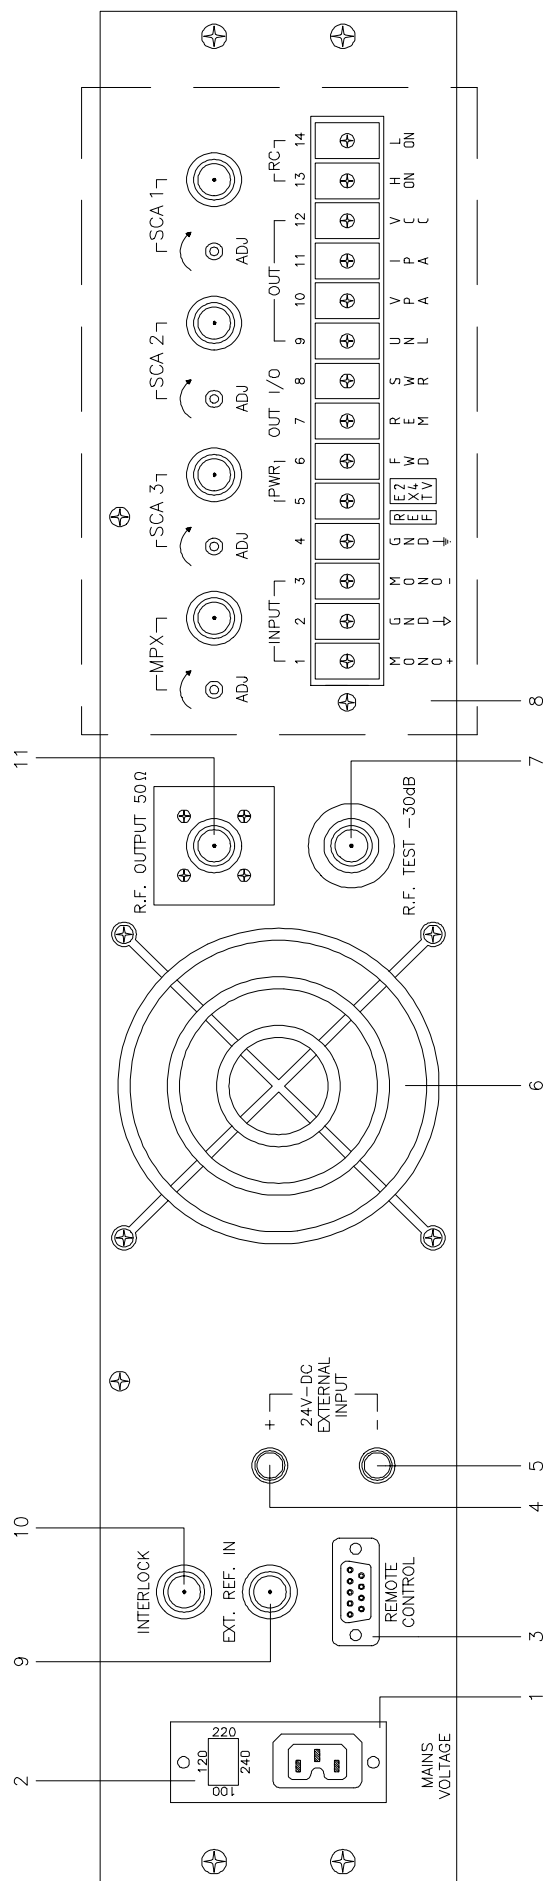

FIG. 2
DESCRIZIONE DEL PANNELLO POSTERIORE (Fig.2)
La prima operazione da effettuare è pertanto quella di selezionare la giusta tensione di alimentazione tramite il selettore posto sul pannello posteriore: eventualmente con un cacciavite sollevare il cappuccio (2 Fig.2) su cui sono stampati i valori di tensione e ruotarlo fino a che il valore che interessa corrisponda con la freccetta e quindi reinserirlo.
2) Connettere all'uscita RF (11 Fig.2) posta nel pannello posteriore un attenuatore 30dB con in serie un Power Meter, al fine di verificare la corretta indicazione del wattmetro interno del trasmettitore (SETUP 1/Fig.5/Pag.83).
3) Collegare alla presa posteriore INTERLOCK (10 Fig.2) un cavo alla cui estremità sia connesso un interruttore in grado di creare un corto circuito tra schermo e centrale, e posizionarlo in modo da ottenere questo corto circuito.
5) Connettere il cavo di rete nell'apposita vaschetta VDE (1 Fig.2).